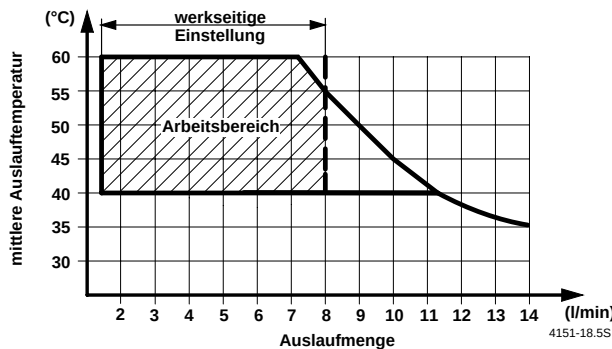

Bild 25
- **Wassermenge erhöhen (max. 14 l/min):** Schraube am Wasserschalter nach links drehen (+). Die Auslauftemperatur verringert sich entsprechend der größeren Wassermenge (Bild 25).
- **Wassermenge verringern (min. 8 l/min):** Schraube am Wasserschalter nach rechts drehen (-). Die Auslauftemperatur erhöht sich entsprechend der kleineren Wassermenge (Bild 25).